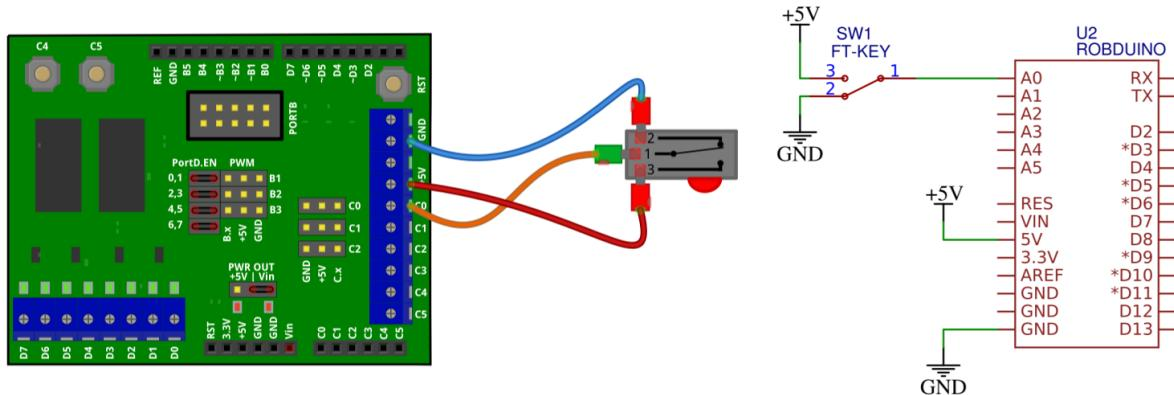

Figure 5.5: Priključitev tipke.
- Priključite stikalo po shemi na fig. 5.5.